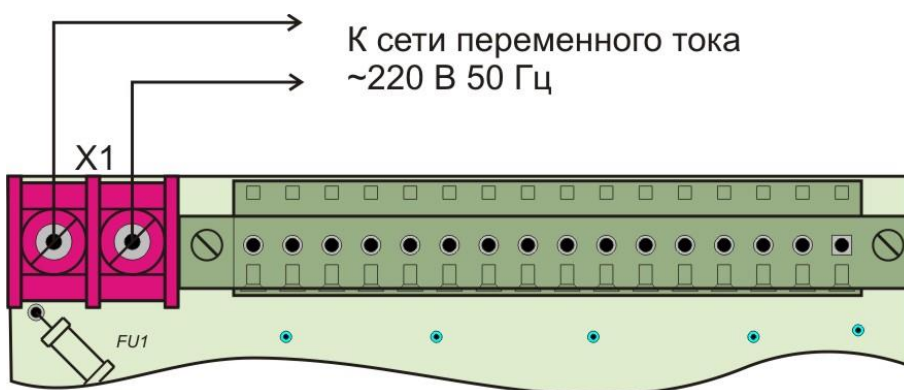

Рисунок 31 - Подсоединение к сети ~220 вольт
5. Подключить ППК-Е к сети переменного тока напряжением 220В при помощи сетевого шнура (см. Рисунок 31).